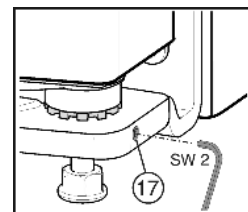

Fig. 12
- ▶ Skruva ut gängtappen *Fig. 12 (17)* något (högst ett varv).
- ▶ Dra åter åt gängtappen *Fig. 12 (17)* för att fixera lagerbulten.